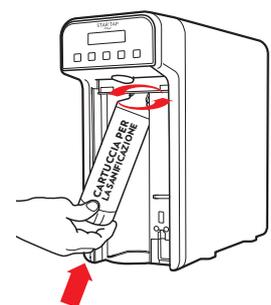

Fig. 1-29
29.13 - Inserire la cartuccia per la sanificazione nella sede di aggancio, opportunamente riempita di sanificante, mantenendola leggermente inclinata con collo verso l'alto. Spingere verso l'alto la cartuccia nella sede e, ruotandola da destra verso sinistra, avvitarsi fino a quando si arriva al punto di blocco rotazione. Verificare il corretto aggancio tirando la cartuccia verso il basso, nel caso la cartuccia di sanificazione dovesse sfilarsi ripetere quanto descritto precedentemente vedi Fig. 1-29.